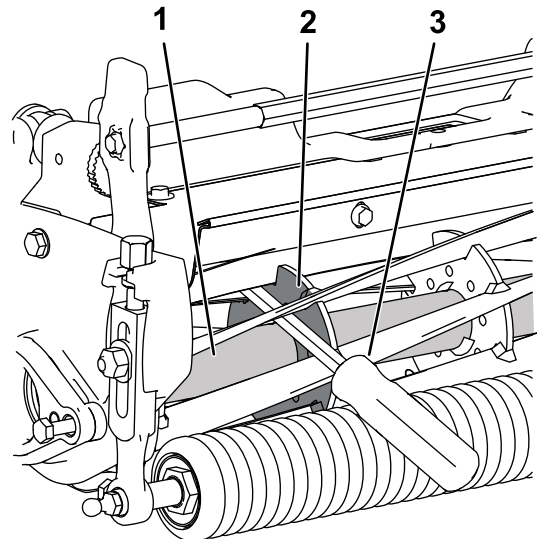

Figura 12
- B. Coloque o espigão contra o lado soldado da placa de suporte do cilindro (Figura 12).
- A. Insira um espigão de cabo longo (recomendado $\frac{3}{8}$ x 12 pol. com pega de chave de parafusos) através da frente do cilindro de corte, o mais próximo do lado da unidade de corte que irá apertar (Figura 12).